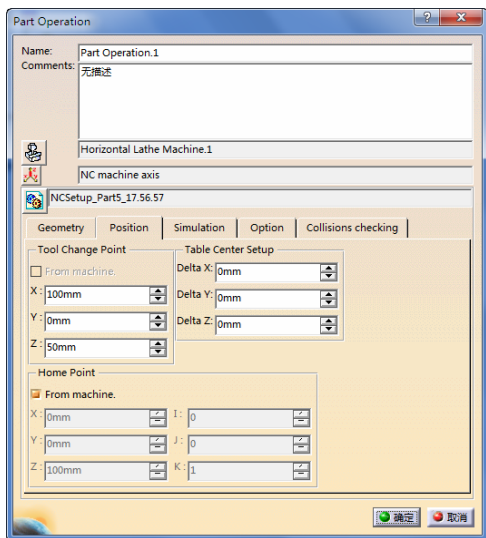

图 6-96 定义换刀点 (2)
6) 定义换刀点 (2)。选择“Part Operation.1”对话框中的“Position”选项卡, 然后设置相关参数如图 6-96 所示。单击“Part Operation.1”对话框完成定义换刀点操作。